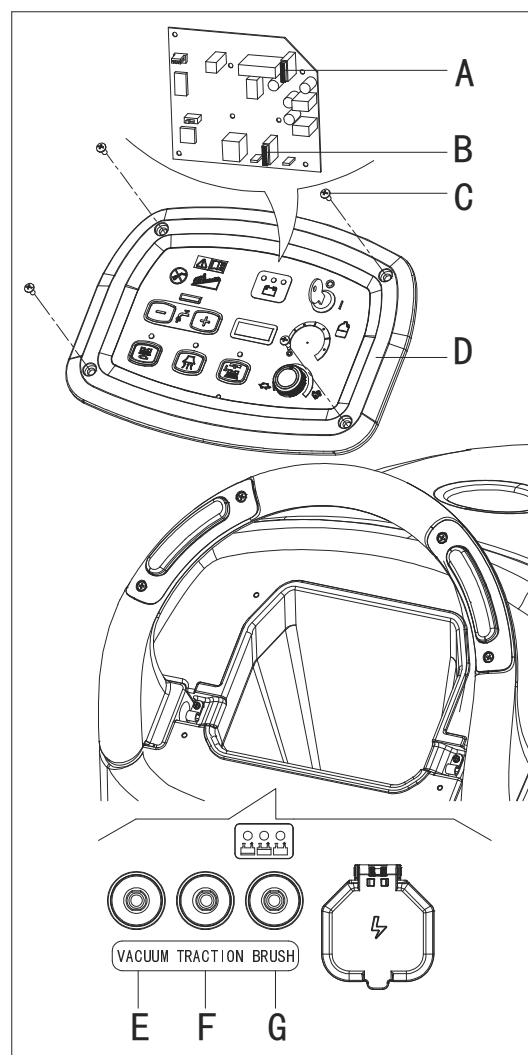

Figura 27
3. Scoateți șuruburile (C, Figura 27) de pe panoul de control (D), apoi răsuciți placa de circuite integrate pentru a găsi siguranța electrică (A, B, Figura 27).